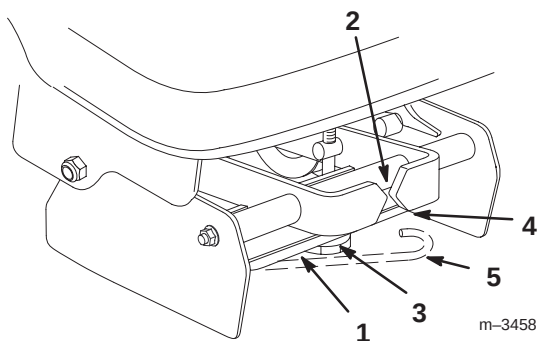

Figure 34
1. Vérifiez les indicateurs de tension à l'avant du bâti de poulies. Si les indicateurs de tension ne sont pas alignés, détendez la courroie et tournez le bouton de réglage. Repoussez le bras détendeur de courroie vers le bâti de poulies pour tendre la courroie (Fig. 34).
3. Poussez le bras détendeur dans le bâti de poulies en le mettant à la position indiquée à la Fig. 34.